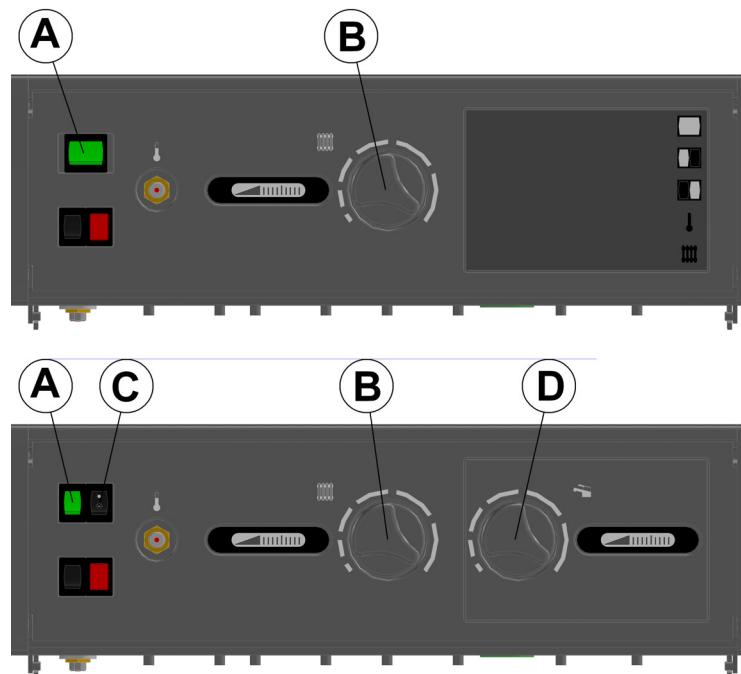
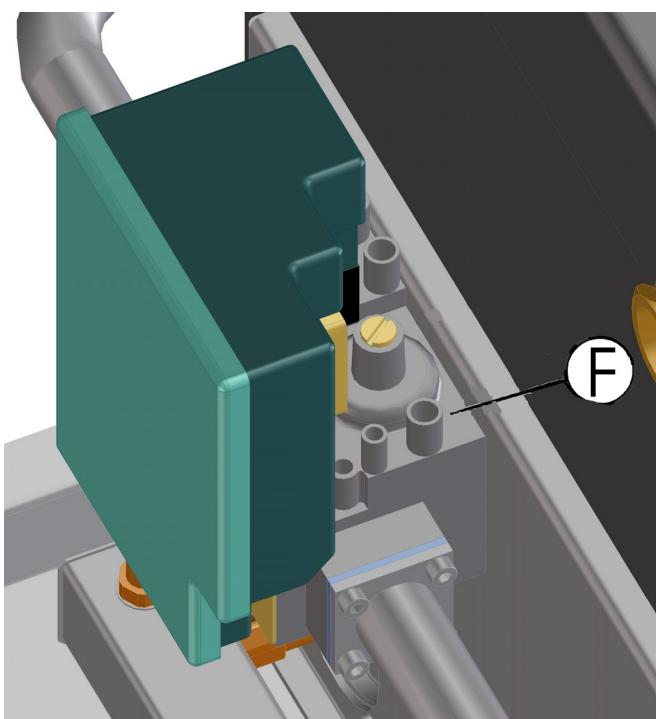

Fig. 8.1
Fig. 8.2
- A caldaia spenta (fuori servizio), controllare con un manometro la pressione di alimentazione utilizzando la presa pressione ingresso valvola gas (E in fig. 8.2) e confrontare il valore letto con quelli riportati nella tabella **Pressioni di alimentazione gas** al capitolo 4.3/4.5
- Posizionare la regolazione di temperatura riscaldamento (B in fig. 8.1) al massimo. Premere il pulsante acceso/spento della caldaia (A in fig. 8.1), Il termostato ambiente deve essere su «richiesta calore». Controllare la massima portata di gas al contatore secondo la tab. 8.1; per controllare il valore di pressione utilizzare la presa di pressione sulla valvola (F in fig. 8.2) e confrontare quest'ultimo valore con quelli riportati in tab. 8.1.
- When the boiler is off (not being used), use a gauge to check feed pressure using the gas valve inlet pressure tap (E in fig. 8.2) and compare the value read with those in the **gas feeding pressures** chapter 4.3/4.5.
- Reclose the pressure tap firmly (E)**
- Put the central heating temperature adjustment on maximum (B in fig. 8.1). Press the boiler's ON/OFF push button (A in fig. 8.1). The room thermostat must be on «heat request». Check maximum gas flow rate on the meter according to tab. 8.; to check the pressure value use the pressure tap on the valve (F in fig. 8.2) and compare the latter value with those in tab. 8.1.
- Con la caldera apagada (fuera de uso), controlar por medio de un manómetro la presión de alimentación, utilizando la toma de presión a la entrada de la válvula de gas (E en la fig. 8.2) y comparar el valor leído con los de la tabla **Presiones de alimentación de gas** en el capítulo 4.3/4.5
- Colocar la regulación de temperatura para calefacción (B en la fig. 8.1) en el máximo. Presionar el botón de encendido/apagado de la caldera (A en la fig. 8.1), el termostato de ambiente debe estar colocado en »demanda de calor». Controlar el máximo caudal de gas hacia el contador según las tab. 8.1; para controlar el valor de presión utilizar la toma de presión en la valvula (F en la fig. 8.2) y comparar este último valor con los de las tab. 8.1.
| 7 Richiudere bene la presa di pressione (F in fig. 8.2). | 7 Close the pressure tap well (F in fig. 8.2) | 7 Cerrar debidamente la toma de presión (F en la fig. 8.2) |